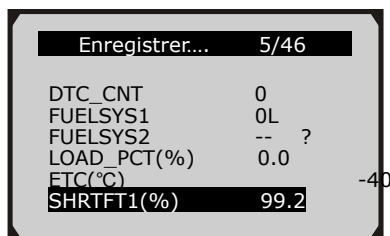

Figure 5.26
- 5) Attendez DTC pour déclencher l'enregistrement ou appuyez sur OK pour lancer l'enregistrement. (Figure 5.26)
- 7) Attendre DTC pour déclencher l'enregistrement ou appuyez sur **OK** pour lancer l'enregistrement. (Figure 5.26)